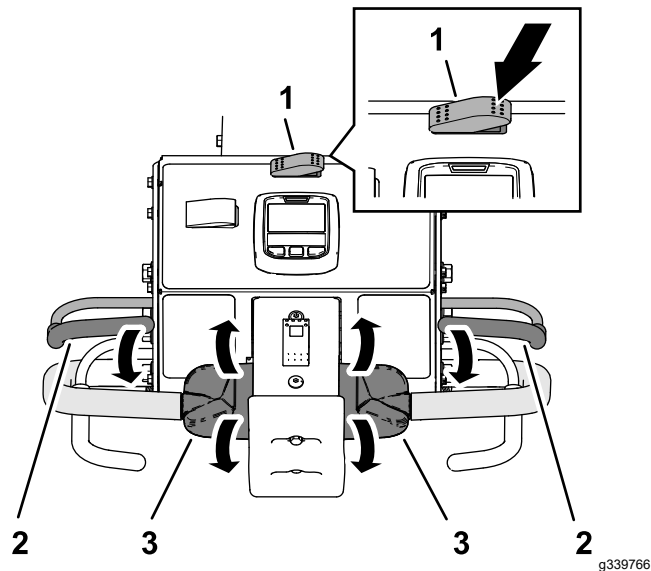

Figura 87
3. Apăsai partea dreaptă a comutatorului de transport/aerare în poziția AERARE (**Figura 87**).
5. Prindeți bara de ghidare din stânga sau din dreapta și maneta pentru prezenta operatorului (Figura 87) și strângeți maneta spre bara de ghidare.